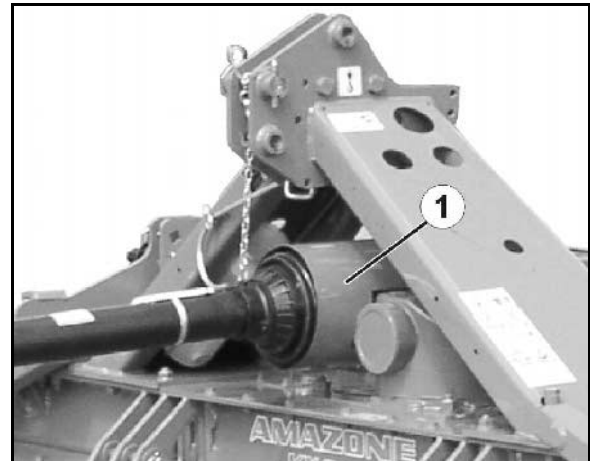

Fig. 26
1. Afmonter kardanakselbeskyttelsen på maskinsiden (Fig. 26/1).